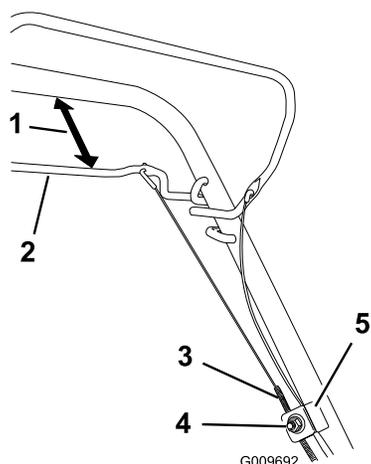

Figura 31
1. Allentate il dado del supporto cavo (Figura 31).
2. Mantenete la barra della trazione automatica a una distanza compresa tra 25 e 38 mm dalla stegola (Figura 31).
3. Abbassate la guaina del cavo (verso la macchina) fino a tendere il cavo (Figura 31).